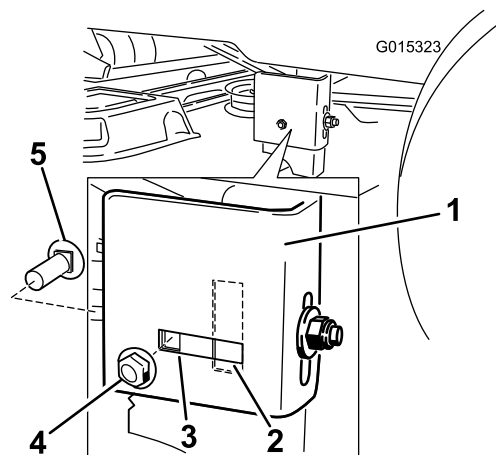

Figura 50
7. Mueva al lado izquierdo de la máquina. Retire el perno de cuello cuadrado lateral y la tuerca de bloqueo de la posición fija, e instálelos en la posición ranurada trasera; no los apriete del todo (Figura 50).